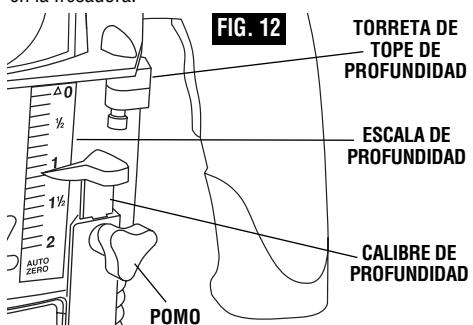

FIG. 12
2. Para ajustar una profundidad de corte deseada, afloje el pomo del indicador de profundidad y la varilla de profundidad de cero automático se ajustará a cero automáticamente, lo cual significa que usted está listo para ajustar la profundidad de corte (Fig. 12).